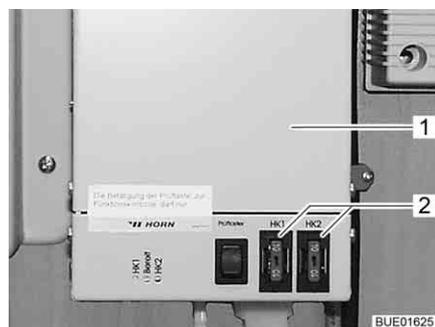

Fig. 173 Regolatore riscaldamento per tubazioni delle acque grigie
I fusibili si trovano sul regolatore (Fig. 173,1).
- Sostituire il fusibile (Fig. 173,2).